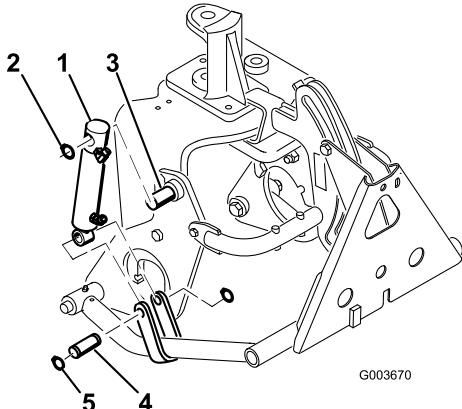

Figure 12
3. Montez le haut du corps du vérin hydraulique sur la goupille. de la plaque de support droite avec une bague de retenue (Figure 12). Les orifices
- Montez la tige de vérin sur les fixations des bras de poussée avec une goupille et 2 bagues de retenue (Figure 12).